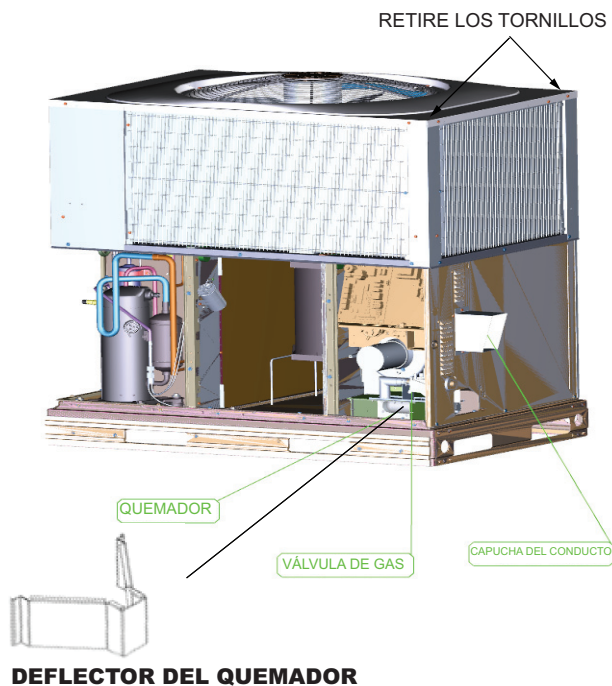

Fig. 21 – Carcasa del ventilador, caja colectora del conducto y conjunto del intercambiador de calor (NOx ultrabajo) A200278SP
- Quite los 11 tornillos que sujetan la cubierta de la caja colectora del conducto (consulte la Fig. 21) al conjunto del intercambiador de calor. Inspeccione los intercambiadores de calor.
La unidad está equipada con un sistema de encendido por chispa directa con 100 por ciento de bloqueo. El módulo de encendido (IGC) está ubicado en la caja de control (consulte la Fig. 21). El módulo contiene un LED de autodiagnóstico. Durante el mantenimiento, consulte el diagrama de etiquetas o la Tabla 6 de estas instrucciones para la interpretación del LED.
Inspección/limpieza del deflector del quemador con NOx ultrabajo (consulte Fig. 21).